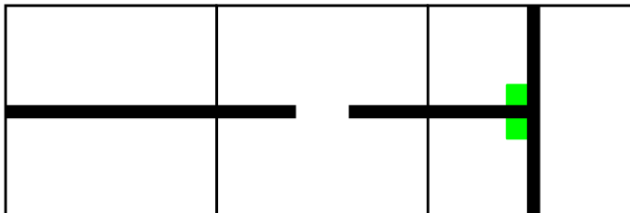

Рис. 5. Пример. Робот, двигаясь слева направо, пройдёт центральную клетку с помехой сначала в одну сторону, затем – в другую.
- 3.5.6 Некоторые помехи робот может преодолеть в двух направлениях (если на трассе есть перекрёстки или тупики, см. пример на рис. 5).